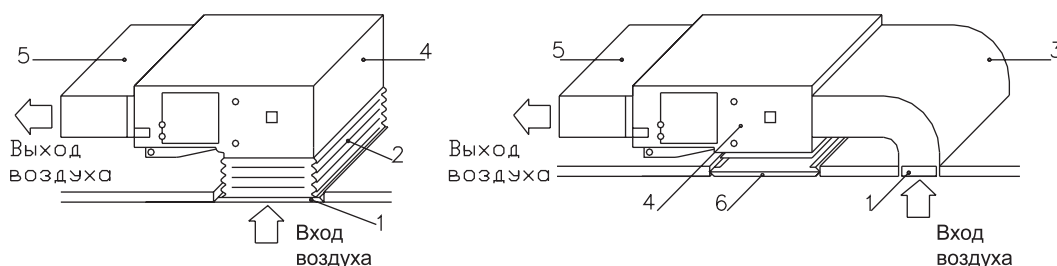

Рис. 10.32 — Подключение воздуховодов к блоку
- С целью снижения вибрации всасывающая труба воздуховода должна соединяться с потолочной заборной решеткой гибким воздуховодом (рис. 10.32).